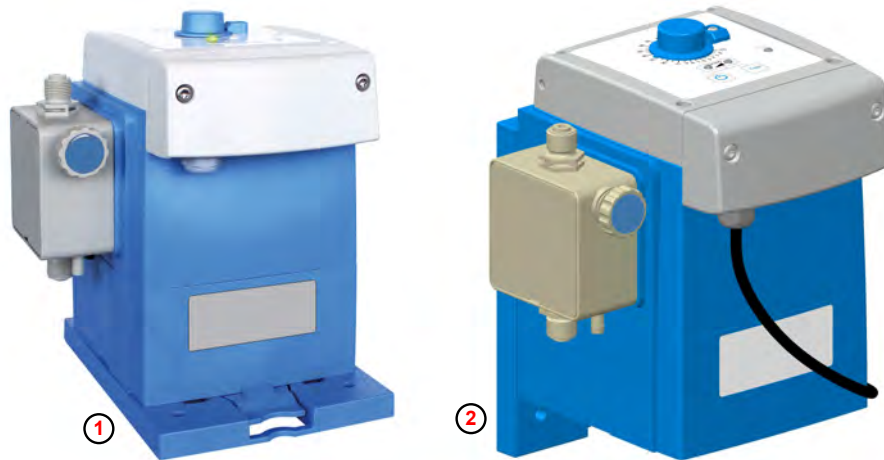

Fig. 3: Montage sur table et montage mural
① Montage sur table
② Montage mural
La pompe peut être montée aussi bien debout (par exemple sur une console ou sur le réservoir de produit à doser) ( Fig. 3 , ① ) que suspendue sur un mur ② à l'aide de la plaque de montage.